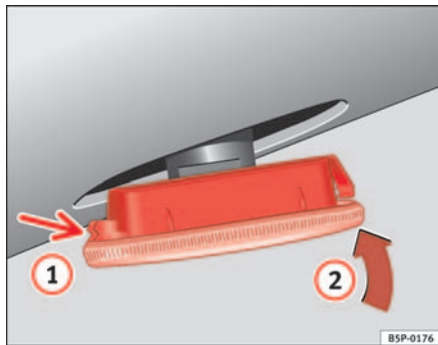

Abb. 166 Seitlicher Blinker
- Setzen Sie den Blinker zuerst in der Aufnahme der Karosserie ein, wobei die Halterungen richtig einrasten müssen ⇒ Abb. 166, Pfeil ①.
- Setzen Sie den Blinker in Richtung Pfeil ② ⇒ Abb. 166 ■